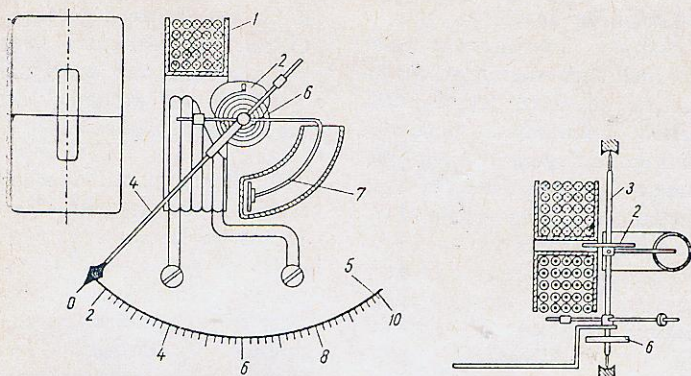

Figura 8
Na figura 8 vemos um instrumento de FM do tipo a atração. A bobina (1) possui uma brecha de ar, por onde pode penetrar o ferro móvel (2) e é construída com grande número de espiras (2.000 a 10.000) de fio de cobre fino (cerca de 0,1 mm de diâmetro) se fôr um voltímetro e algumas espiras de fio de cobre grosso se fôr um amperímetro. No eixo (3) está prê-